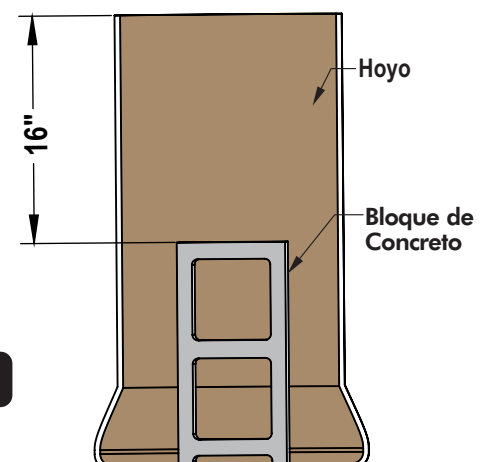

Figura 2
3. Coloque y centre un bloque de concreto en el fondo del hoyo para que haya exactamente 16" (pulgadas) entre la parte superior del bloque y la superficie de la cancha de juego. Vea la **Figura 2**.